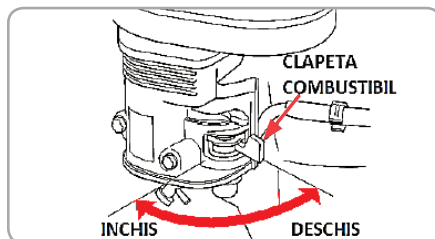

Fig.11
Pornirea motorului (fig.11):
- Mutati clapeta robinetului de combustibil în poziția ON (fig.11)